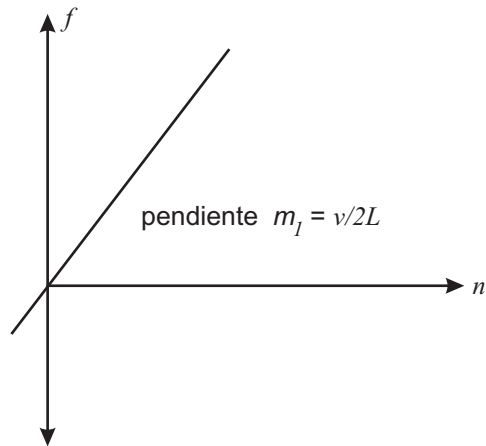

Figura 3: Longitud del tubo como función de la frecuencia fundamental.
de esta relación se sigue que las frecuencias para las cuales el tubo resuena son directamente proporcionales a  $n$ , ver figura 3. Al comparar con  $y = mx + b$  (donde  $m$  es la pendiente y  $k$  es el intercepto con el eje  $y$ ), la ecuación (2) para  $f$  muestra que la pendiente de  $f$  en función de  $n$  es  $m_1 = v/2L$ . Así, el valor de la velocidad  $v$  del sonido se determina de la pendiente  $m_1$  de la gráfica,